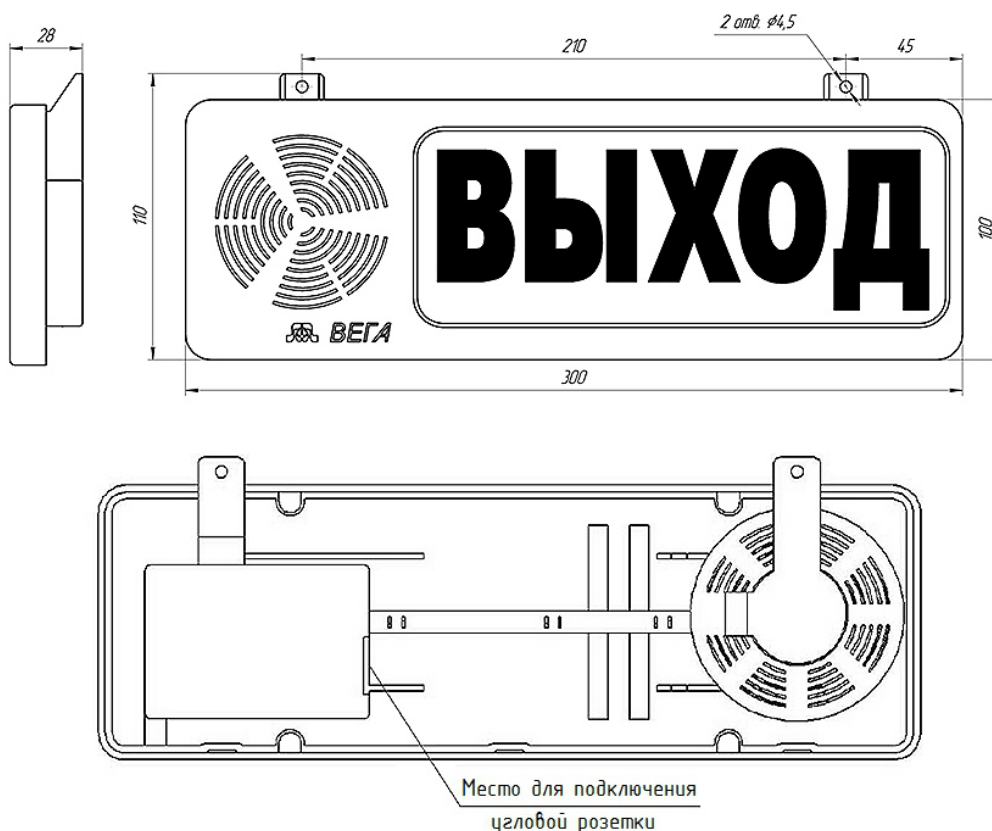

Рисунок 1 – Габаритные и установочные размеры оповещателя
2.1 Габаритные, установочные размеры и внешний вид оповещателей представлен на рис. 1.
3.1 Оповещатель выполнен в корпусе из негорючего материала с установленным лицевым стеклом и со съёмной крышкой, крепящейся к корпусу при помощи винтов, один из которых пломбируется заводом-изготовителем. На лицевом стекле нанесена надпись. Содержание надписей, виды сигналов указаны в таблице 1. Для крепления оповещателей в рабочем положении на крышке имеются отверстия. Присоединительные размеры оповещателей приведены на рис. 1.